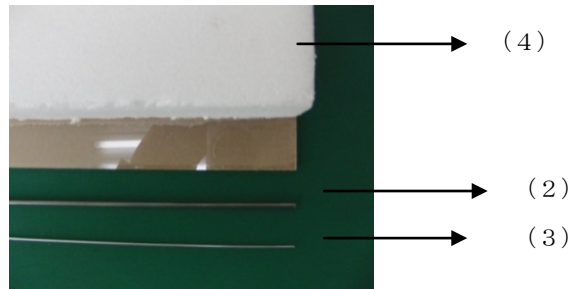

図4 模型材料
- 3) 材料 (図4)・・・より実物に近付けるために材料選定とその工夫も訓練生に提案させました。